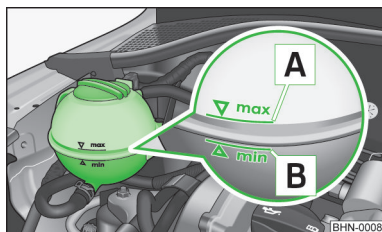

Fig. 100
Para rellenar recomendamos utilizar solamente aquel líquido refrigerante cuya designación se encuentra en el depósito de expansión del refrigerante » fig. 100.
- Comprobar el nivel de líquido refrigerante en el depósito de expansión del mismo » fig. 100. Con el motor frío, el nivel de líquido refrigerante debe encontrarse entre las marcas **B** (mín.) y **A** (máx.). Con el motor caliente, el nivel puede sobrepasar también ligeramente la marca **A** (máx.).
- Colocar un trapo sobre el tapa de cierre del depósito de expansión de líquido refrigerante » fig. 100 y desenroscar el tapón **con cuidado**.
¡No rellenar el depósito de líquido refrigerante por encima de la marca **A** (máx.) » fig. 100! El líquido refrigerante excedente es expulsado del sistema de refrigeración a través de la válvula de sobrepresión situada en el tapón de cierre del depósito de compensación del refrigerante al calentarse.